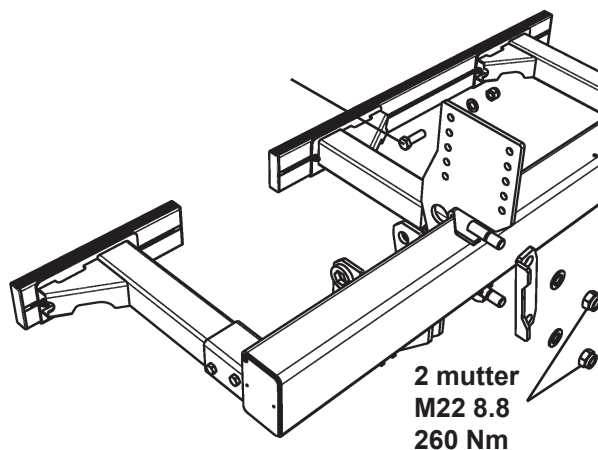

Bild 13. Montera U-profilen med tillhörande brickor och muttrar
8. Montera U-profilen med tillhörande brickor och muttrar utan att dra åt dessa. Skruva på muttern växelvis till dess att U-profilen ligger rakt an mot stommen, se Bild 13